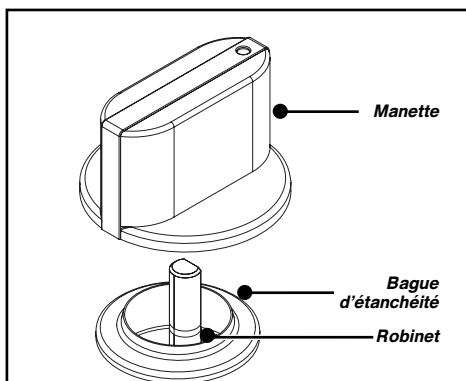

Fig. 04
- **Réglez les ralents des robinets** : ceux-ci sont situés sous les manettes (Fig. 04).